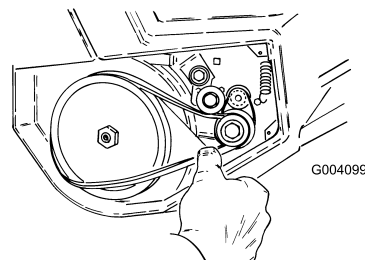

Figure 20
- Tournez la fraise de la main gauche et placez la courroie sur la grande poulie avec la main droite (Figure 20).